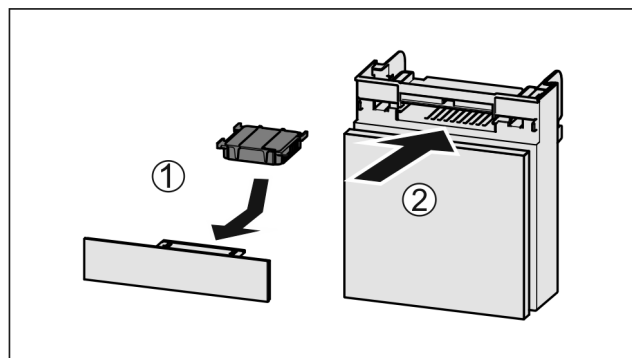

Fig. 73
- ▶ Wkładać Fig. 73 (1) filtr z węglem aktywnym zgodnie z ilustracją.
- ▶ Wsunąć komorę Fig. 73 (2).